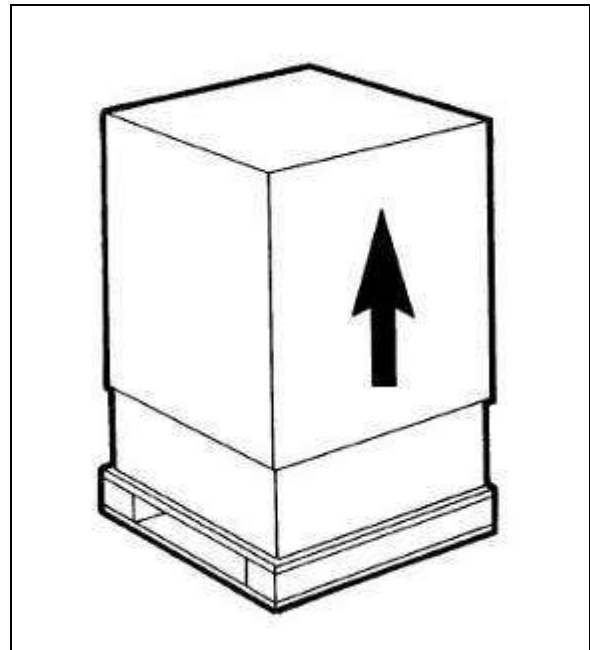

Fig. 1
a) Après avoir enlevé l'emballage **en conserver tous les éléments pour le stockage hivernal** et vérifier l'intégrité de l'appareil (fig.1).